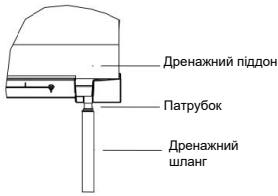

Рис. 21
- (1). Щоб визначити положення зливного шланга, виконайте наступні дії.
- (2). Вставте дренажну трубу в дренажний отвір пристрою, а потім надійно затягніть хомут стрічкою. (Рис. 21)
- (3). Приєднайте патрубок зливної труби до дренажної труби, а потім затягніть хомут стрічкою.